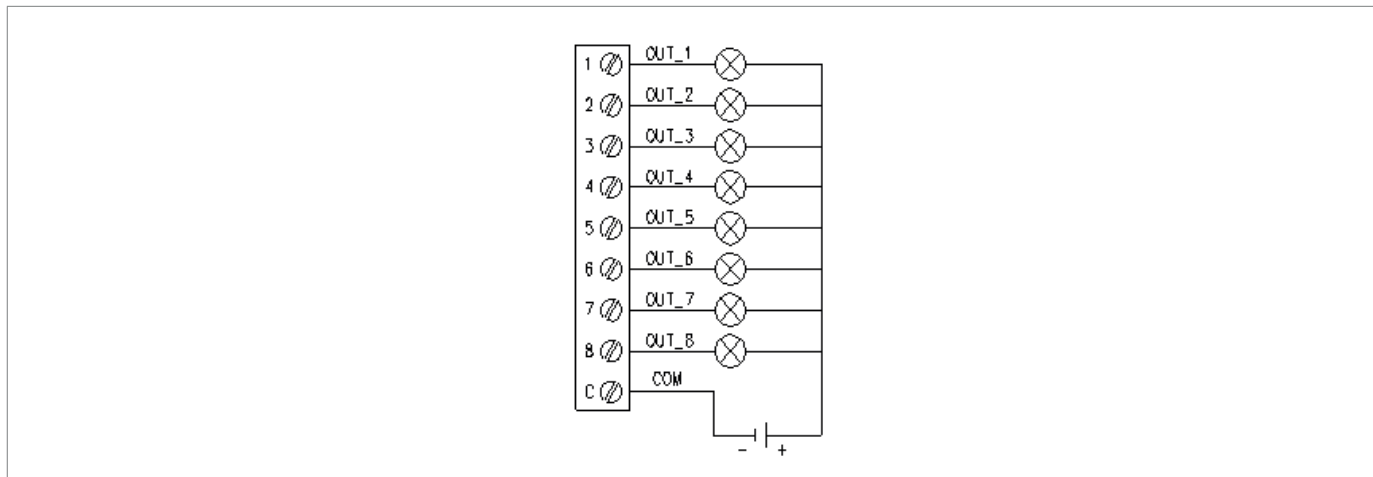

Fig. 4.8. Collegamento uscite digitali
Nel sistema sono presenti 8 uscite digitali a collettore aperto di tipo NPN accessibili tramite il connettore denominato "DO". Il collegamento di queste uscite digitali a carichi esterni va effettuato facendo attenzione alla massima corrente erogabile. Sul morsetto comune del connettore (C) va collegato il riferimento di massa della tensione da innescare (Fig. 4.8). in stato di: